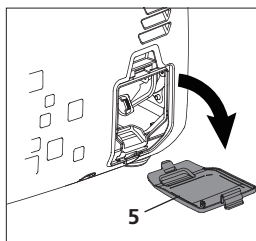

Fig. 18
2. Abra a tampa de fechamento do compartimento de óleo (5) [Fig. 18].